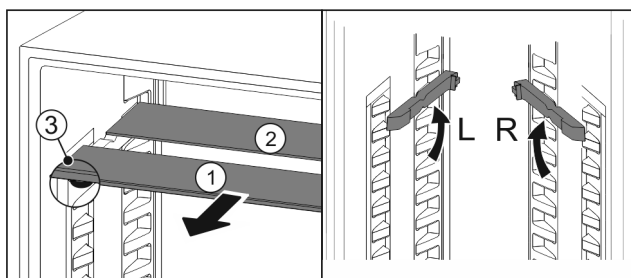

Fig. 143
- Sortir les tablettes par l'avant *Fig. 143 (1)*.
- La tablette en verre *Fig. 143 (1)* avec bordure décorative est située à l'avant.
- Les butées *Fig. 143 (3)* sont orientées vers le bas.